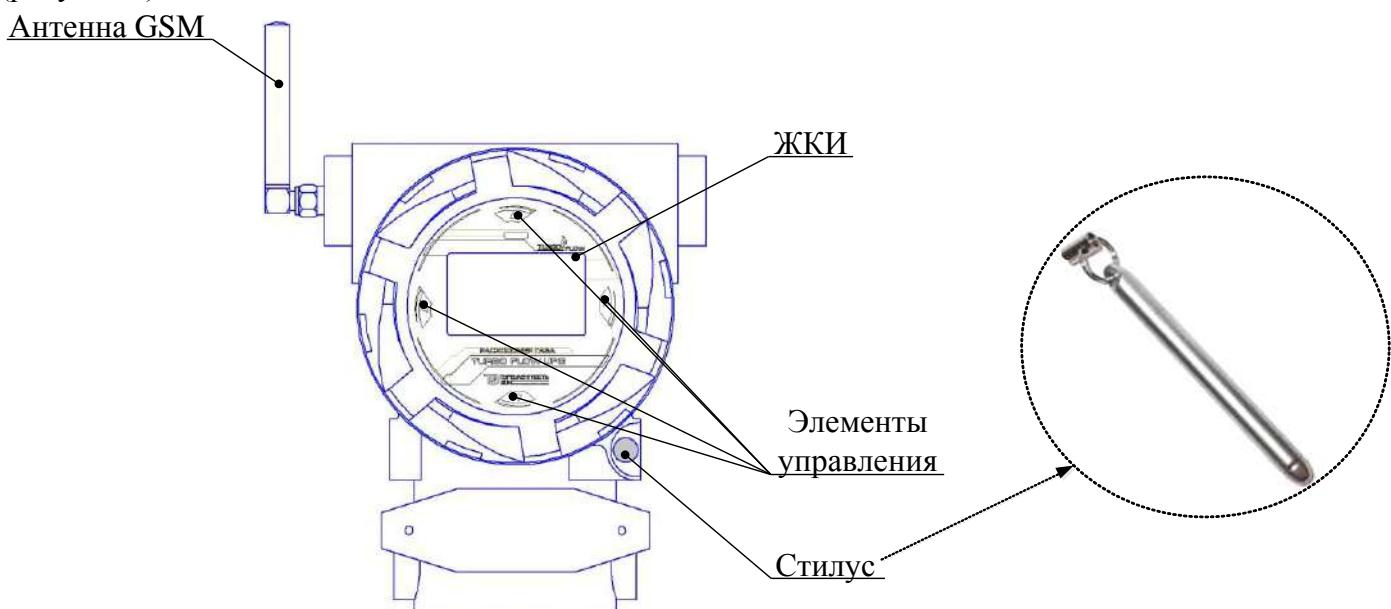

Рисунок 1
2.4.1.6 Если после монтажа расходомера (рисунок 1) оказалось, что расположение ЭБ затрудняет чтение показаний с индикатора, есть возможность повернуть ЭБ в пределах 350°.
2.5.1 Во взрывозащищенном исполнении Ex db ib ПП контроль работы расходомеров осуществляется при помощи ЖКИ, встроенного в ПП, и элементов управления с помощью стилуса (рисунок 1).